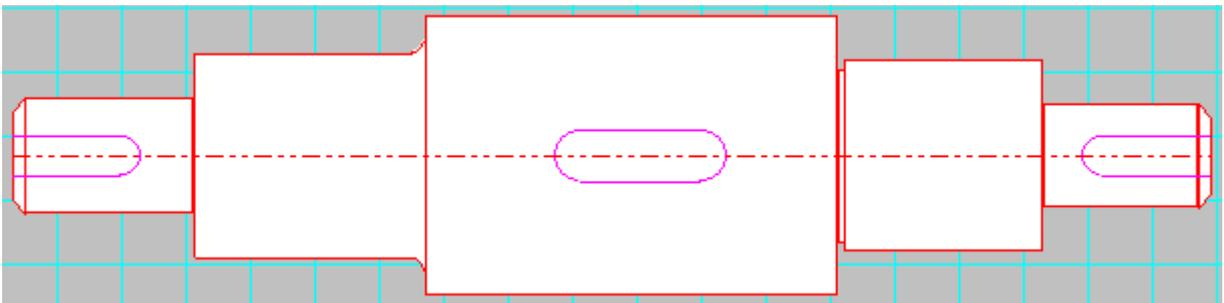

Рисунок 2.19 Результат задания шпонок
**Задание 9.** Задайте шпонки по образцу (рисунок 2.19)